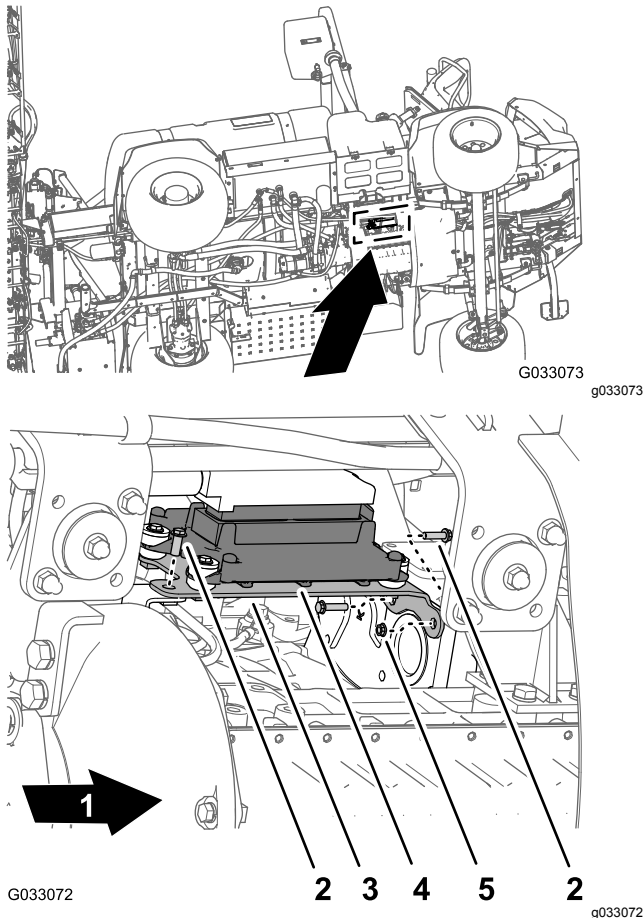

Figura 122
1. Alinee los orificios del soporte de montaje del módulo de control del motor con el orificio en el soporte del motor y la carcasa de accesorios del motor (Figura 122).